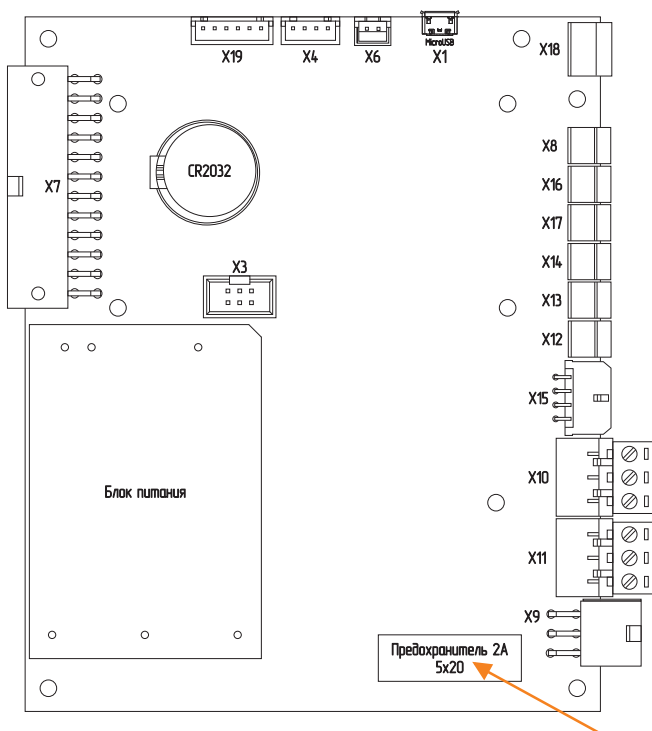

Рис.17 Плата контроллера
3. замените предохранитель (рис.17) (запасной предохранитель в базовой комплектации котла).